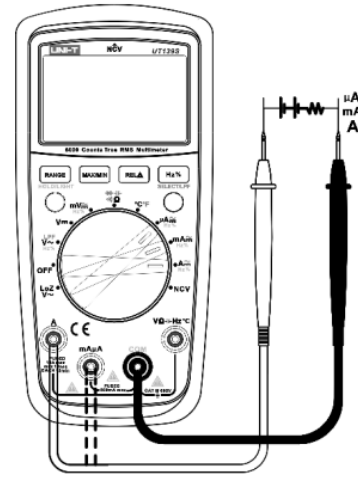

Рисунок 9
9.8. Измерение переменного и постоянного тока (см. Рисунок 9)